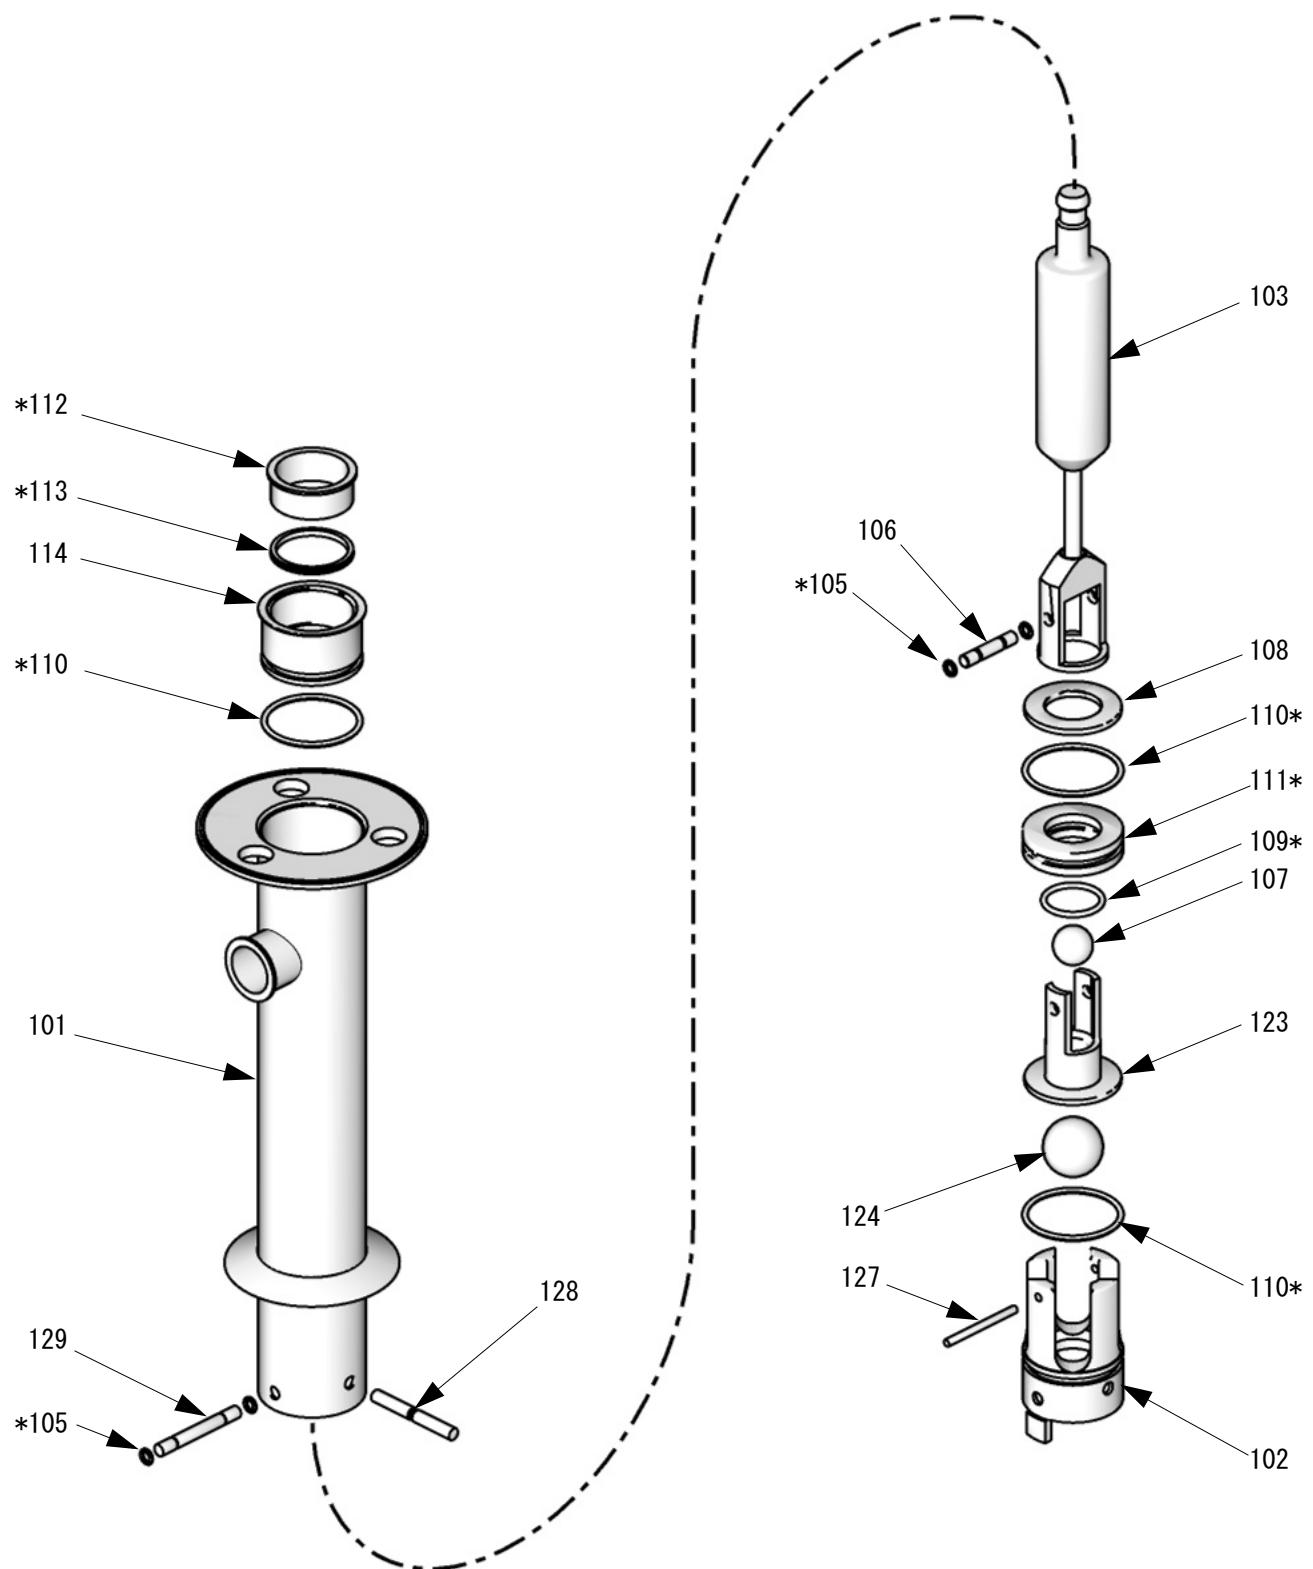

図 6. ダブルボールポンプ・アセンブリ
- 容積型ポンプモデル 24G754、24G755、24G756: 図 6. を参照のこと。保持ピン (128, 129) と O リング (105) を外し、シリンダー (101) からバルブを引き抜いて、吸気バルブハウジング (102) を取り外します。バルブを分解します。部品を清掃し、点検します。